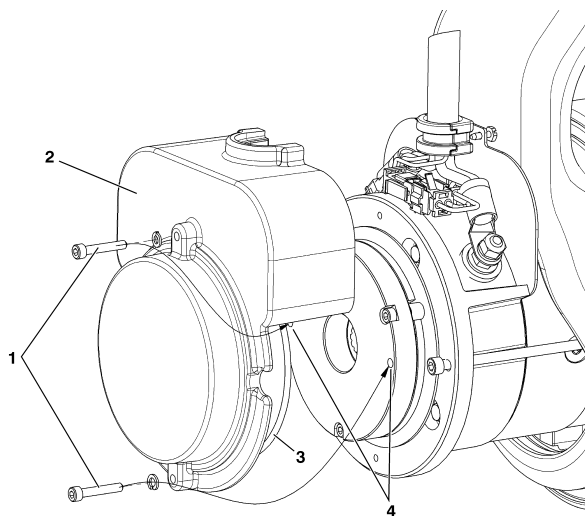

Figura 4-5. Decuplarea manuală
3. Demontați cele **două șuruburi ale capacului (1), capacul (2) și garnitura inelară a capacului (3)** din partea posterioară a unității motorului de acționare.
4. Introduceți **șuruburile capacului (1)** în cele **două orificii de decuplare din carcasa frânelor (4)**, consultați Elementul 4 din Figura 4-5., Decuplarea manuală.
7. După încheierea remorcării, blocați roțile și **demontați șuruburile capacului (1)** de la **orificiile de decuplare (4)**.
8. Montați la loc **capacul (2)**. Înainte de montare, verificați dacă **garnitura inelară a capacului (3)** nu este deteriorată, dacă este necesar înlocuiți-o.